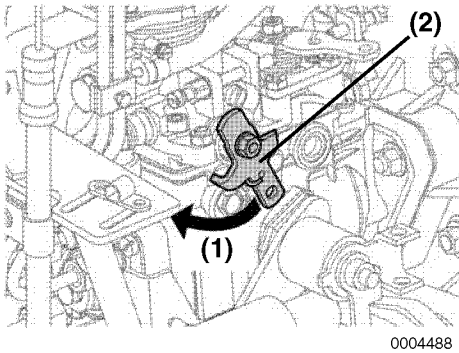

Figure 6
Si le moteur ne peut être arrêté avec le commutateur d'arrêt sur le panneau, arrêtez le moteur en déplaçant le levier d'arrêt (**Figure 6, (2)**) manuellement vers la gauche (**Figure 6, (1)**). Le levier est fixé à la pompe à injection de carburant.